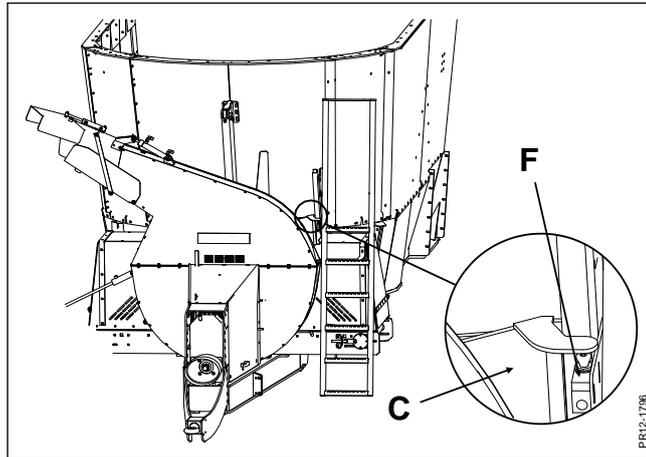

Fig. 2-5
Fig. 2-5 Une fois (C) abaissé, le contact (F) est établi et le rotor de distribution de paille peut tourner librement. Lorsque (C) est relevé et que (F) n'est plus en contact, le rotor de distribution de paille ne peut plus tourner.